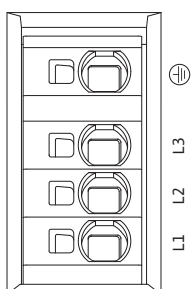

Fig. 30: Клеми живлення (клеми підключення до мережі)
- Клеми живлення (клеми підключення до мережі) (Fig. 30)